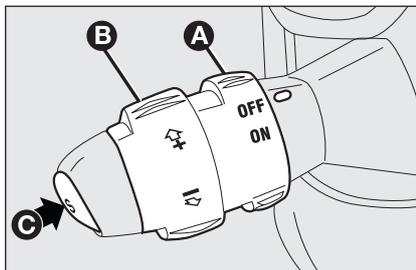

fig. 54
Ruotare la ghiera **A**-fig. 54 in posizione **ON**.
- ruotare la ghiera **A**-fig. 54 su **ON** e premendo il pedale dell'acceleratore portare la vettura alla velocità desiderata;
- premere il pulsante **C-fig. 54**.
- ruotando momentaneamente la ghiera **B-fig. 54** su (+).
- mantenendo ruotata la ghiera **B-fig. 54** su (-) fino al raggiungimento della nuova velocità che resterà automaticamente memorizzata.
Ruotare la ghiera **A-fig. 54** su **OFF** o la chiave di avviamento in posizione **STOP**. Il dispositivo viene inoltre automaticamente disinserito in uno dei seguenti casi:
*In caso di funzionamento difettoso od avaria del dispositivo, ruotare la ghiera A-fig. 54 su OFF e rivolgersi alla Rete Assistenziale Fiat dopo aver verificato l'integrità del fusibile di protezione.*